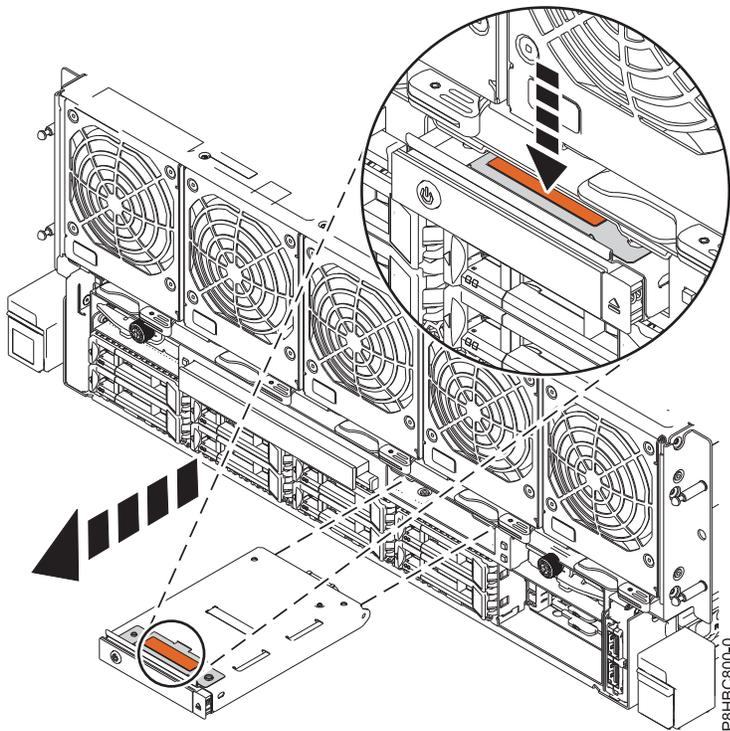

Figura 1. Extracción de un panel de control
2. Presione la pestaña de color terracota y, a continuación, deslice el panel de control para extraerlo de la ranura, tal como muestra la Figura 1 en la página 3.